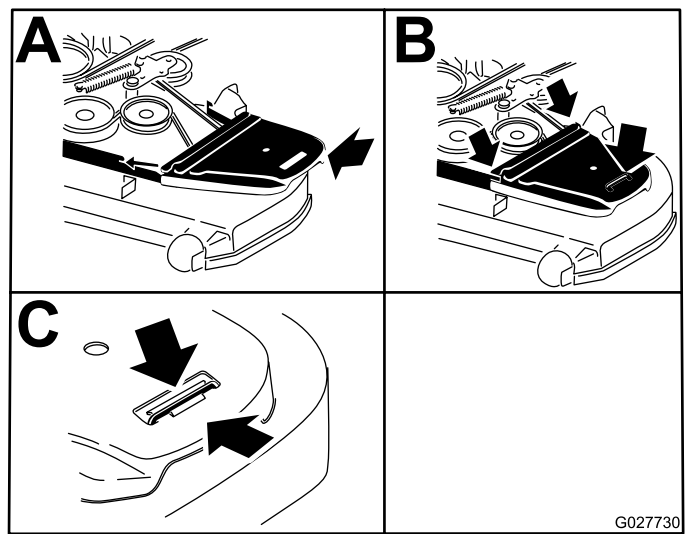

Figura 61
15. Montate i copricinghia (Figura 61).